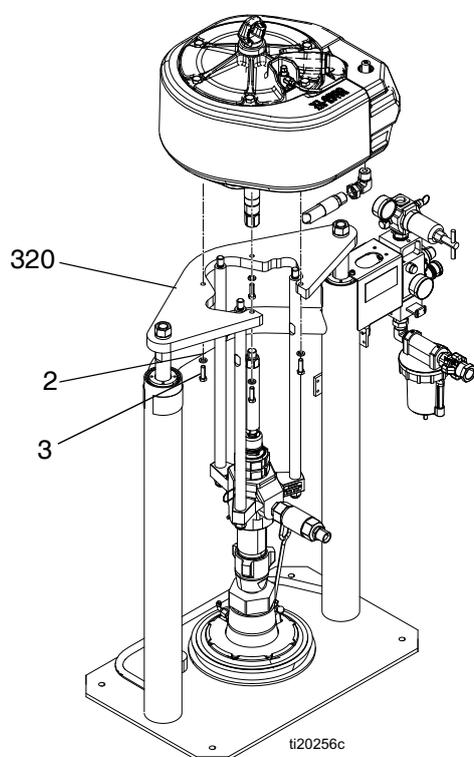

FIG. 17
1. Avec un palan suffisamment puissant, attacher le moteur sur la plaque de fixation (320) avec les vis (3) et les rondelles (2). Voir FIG. 17.
3. Raccorder le tuyau d'air au raccord (7) du moteur pneumatique. Voir page 22.